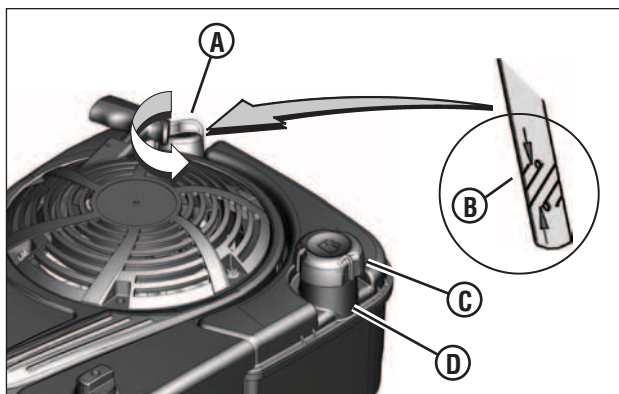

Figura 2: Llenado de aceite y combustible
- Saque la varilla de nivel de aceite (**A, Figura 2**) y límpiela con un paño limpio.
- Retire la tapa del depósito de combustible (**C, Figura 2**).